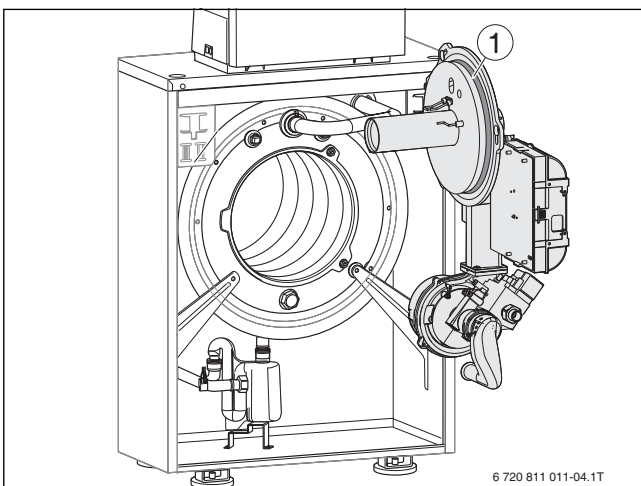

Fig. 13 O-ring involucro del bruciatore
- ▶ Prima del montaggio del bruciatore verificare che l'o-ring sia nella sua giusta sede (→ fig. 13, [1]) ed eventualmente correggere la sua posizione.